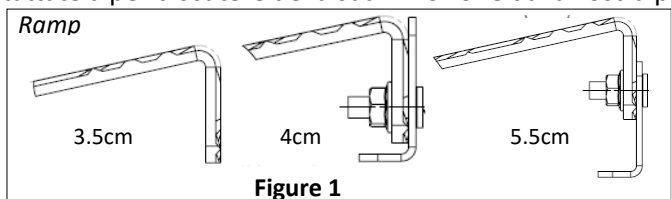

Figure 1
- Misurare l'altezza dell'ingresso e scegliere la configurazione adeguata (fig. 1).